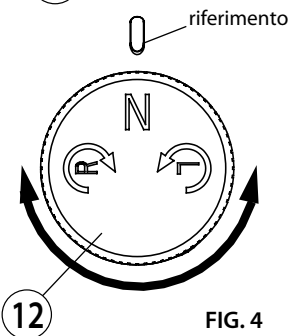

FIG. 4
3.4) Impostazione del senso di rotazione (Rif. a Fig. 4)